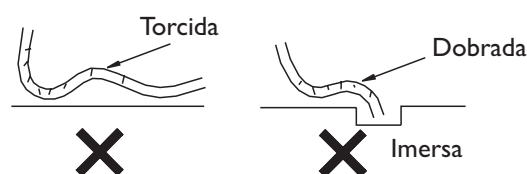

Fig. 2-III
- Não torça ou dobre a mangueira de descarga ou mergulhe sua ponta na água. (Fig. 2-III)